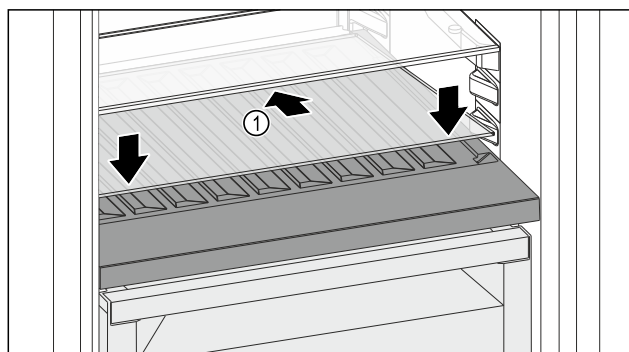

Fig. 148
- ▶ 向后下方倾斜放置玻璃隔板 Fig. 148 (1)。
- ▶ 放低玻璃隔板 Fig. 148 (1) 前部。